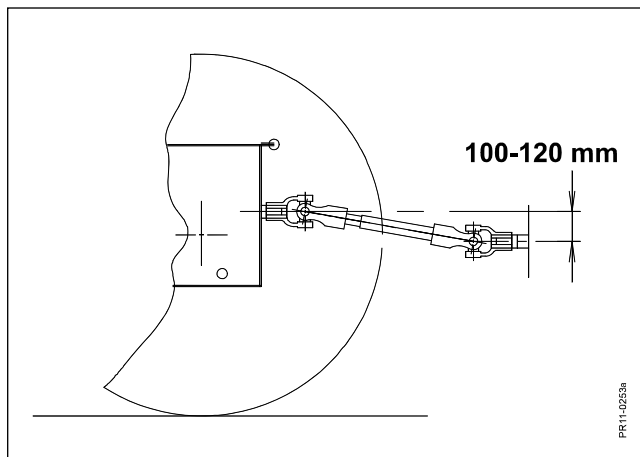

Fig. 2-13
- Fig. 2-13** 8) Maskinens arbetsläge ställs in, så att kraftintaget (PIC) på vinkelväxeln på bärramen hamnar 100 - 120 mm lägre än traktorns PTO axel. Detta motsvarar en avvinkling för kraftöverföringsaxeln på ca.10°.